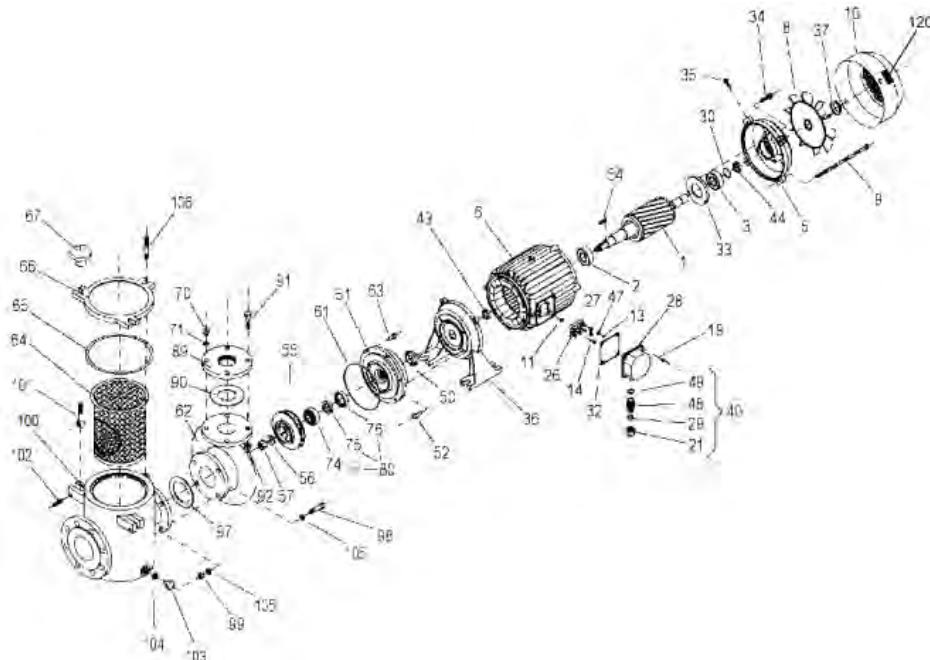

Рис. 3
Чтобы демонтировать и собирать насос, см. подробный чертеж. (рис.3). Чтобы извлечь двигатель из гидравлического кожуха (62), открутите винты (63, 53, 107), чтобы отделить одну часть от другой.
Для заказа запасных частей необходимо указать деталь, номер, указанный на чертеже (рис. 3) и модель насоса.
FD14 - 15 - 16 _____ Рис. 3 Стр. 5
FD17 - 18 _____ Рис. 3 Стр. 6
FD19 _____ Рис. 3 Стр. 7
FD20 - 21 - 22 _____ Рис. 3 Стр. 8